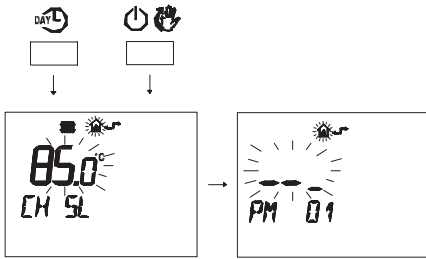

Figura 5.49
- Premere contemporaneamente i pulsanti **DAY** e **☀️** per entrare nella programmazione trasparente (Figura 5.49).